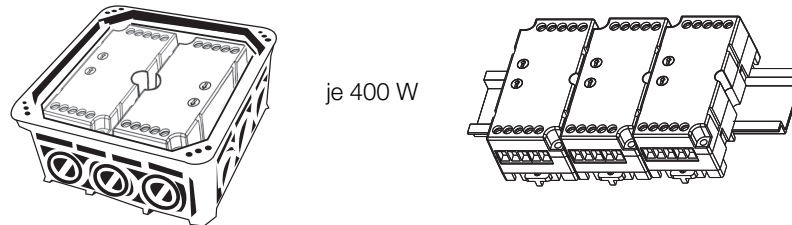

Fig. 34 Lasteinschränkung bei mehreren Dimmern nebeneinander
- > Beim Einbau mehrerer Dimmer nebeneinander ist die Lasteinschränkung gemäss Fig. 34 zu berücksichtigen!